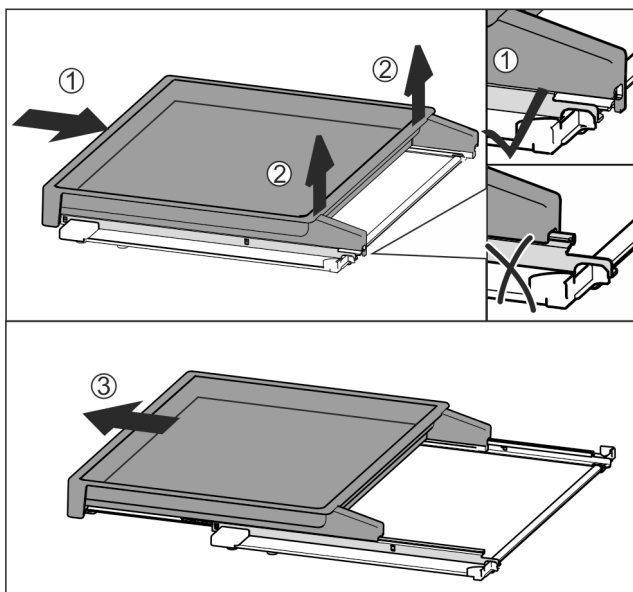

Fig. 112
- Вкарайте изцяло изтеглящата се дъска Fig. 112 (1).
- Освободете фиксатора от задната страна Fig. 112 (2).
- Извадете напред изтеглящата се дъска Fig. 112 (3).